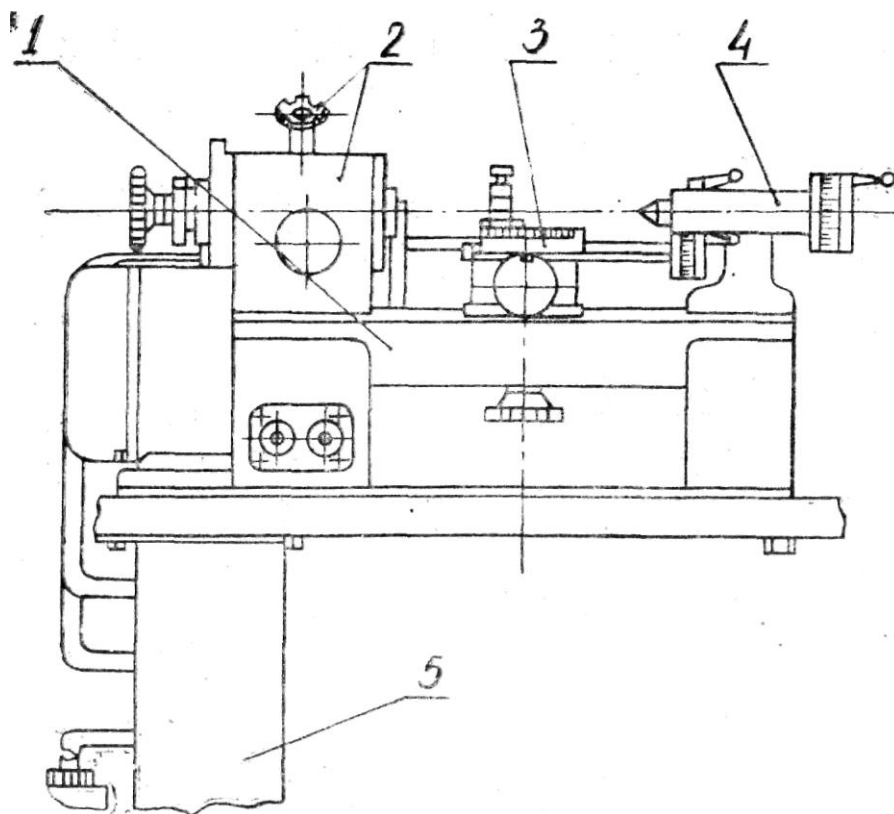

Рис. 2. Расположение составных частей станка.
1.2.1. Общий вид с обозначением составных частей станка (рис. 2).